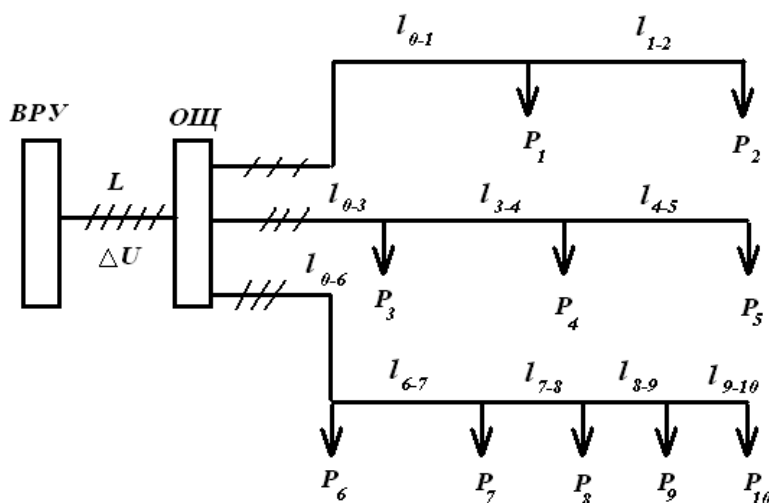

Рис.6. Расчетная схема для определения электрических моментов нагрузки
где $\sum_{i=1}^{i=n} M_i$; – сумма электрических моментов нагрузки, кВт*м (рис. 6); C – коэффициент сети, зависящий от ее напряжения и материала жил (определяют по справочным таблицам [5] или по приложению (15)).